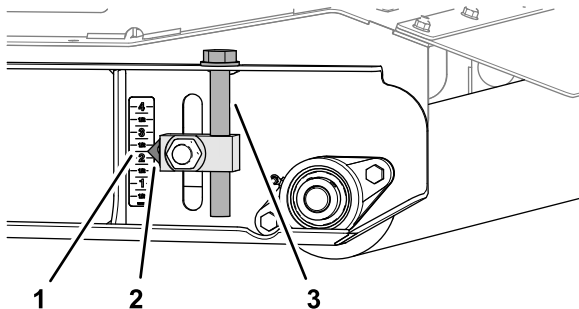

Figura 83
- No rolo traseiro, levante os ajustadores da altura de corte esquerdo e direito até à marca de 5,7 cm no autocolante (Figura 83).